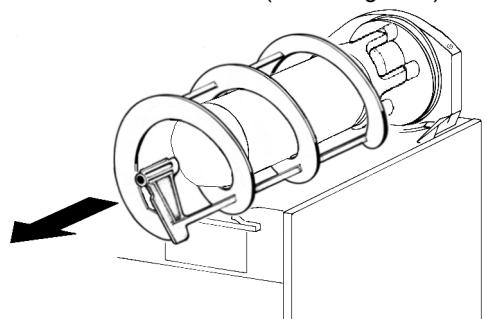
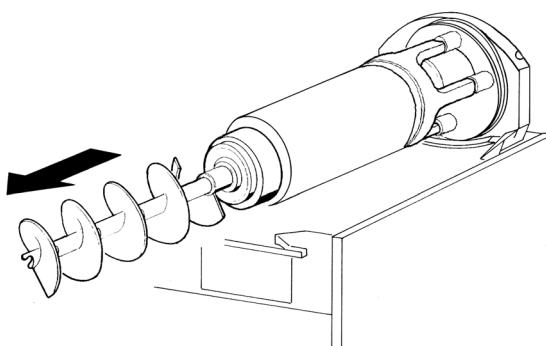

figura 7
figura 8
- 3** Sfilare dall'evaporatore la spirale esterna (vedere figura 7) e successivamente l'elica interna (vedere figura 8).